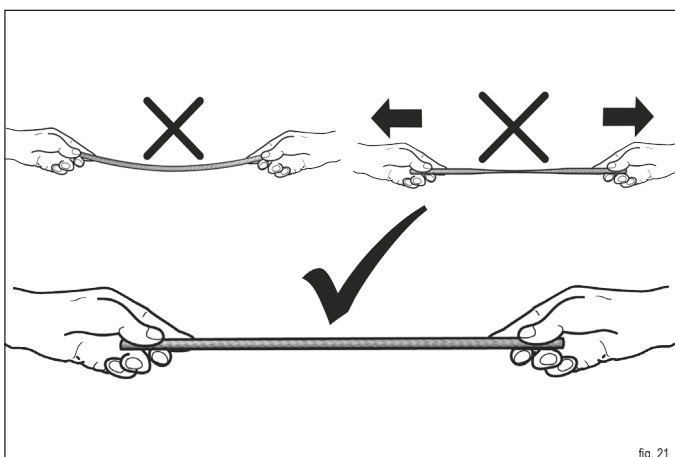

fig. 21
- ▶ **Mentre si posa la guarnizione assicurarsi che non penzoli, né sia pressata leggermente (fig. 21).**